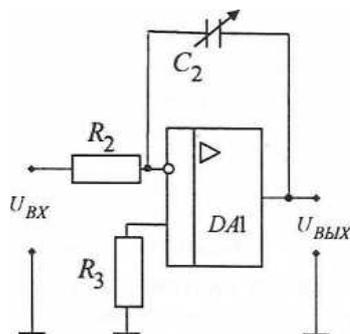

Рис. 5
3.3.1. Собрать схему инвертирующего интегратора согласно рис. 5. Величину емкости конденсатора  $C_2$  установить в соответствии с указанием преподавателя. Подключить к входу усилителя функциональный генератор. Установить заданную частоту и амплитуду прямоугольного выходного сигнала генератора. Форму, амплитуду, период и частоту входного и выходного сигналов интегратора контролировать осциллографом.